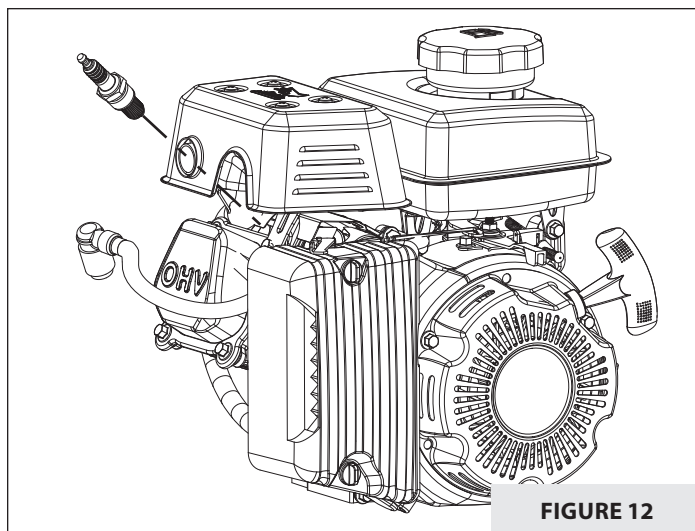

FIGURE 12
La bougie recommandée peut être trouvée dans l'illustration des pièces détachées, ou IPB (Illustrated Parts Breakdown). La bougie se trouve directement sous le silencieux. **VOIR FIGURE 12.**
4. Après examen, visser la bougie à fond à la main puis serrer avec une clé à bougie pour comprimer la rondelle d'étanchéité. **VOIR FIGURE 12.**
1. Débrancher le câble de la bougie. Démontez la bougie et protéger le trou de bougie contre la saleté. **VOIR FIGURE 12.**